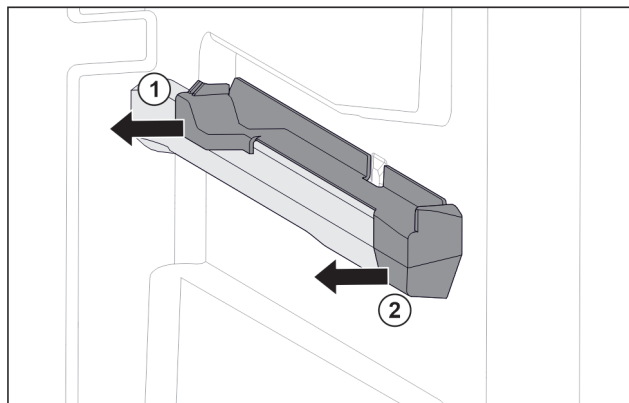

Fig. 103 Nasazovací díl na pravém žebrování na nádoby
- ▶ Stáhněte nasazovací díl vzadu na stranu. Fig. 103 (1)
- ▶ Stáhněte nasazovací díl vpředu na stranu. Fig. 103 (2)